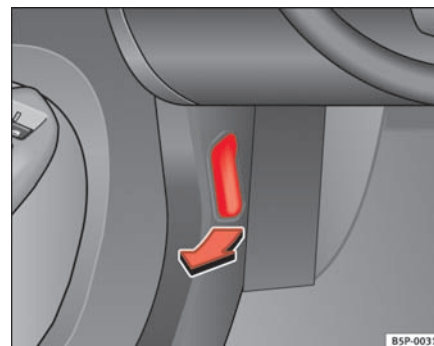

Fig. 163 Detalle de la zona reposapiés del lado del conductor: palanca para el desbloqueo del capó del motor.
- Tire de la palanca que se encuentra bajo el tablero de instrumentos ⇒ **página 223, fig. 163** en el sentido que indica la flecha. El capó queda desbloqueado por la acción resorte del muelle ⇒ .